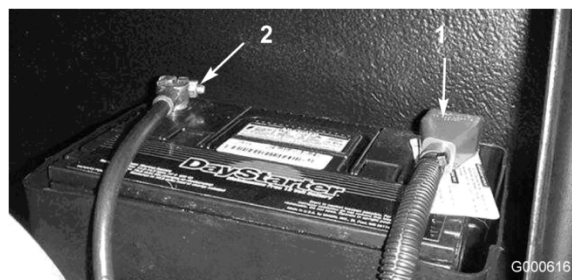

Figure 39
5. Raccordez le câble positif (rouge) de la batterie à la borne positive (+) et le câble négatif (noir) à la borne négative (-) (Figure 39). Fixez les câbles aux bornes avec les vis et les écrous. Assurez-vous que le collier du câble positif (+) est bien engagé sur la borne de la batterie et que le câble est disposé tout près de la batterie. Le câble ne doit pas toucher le couvercle de la batterie. Placez le capuchon protecteur sur la borne positive pour éviter les courts-circuits.